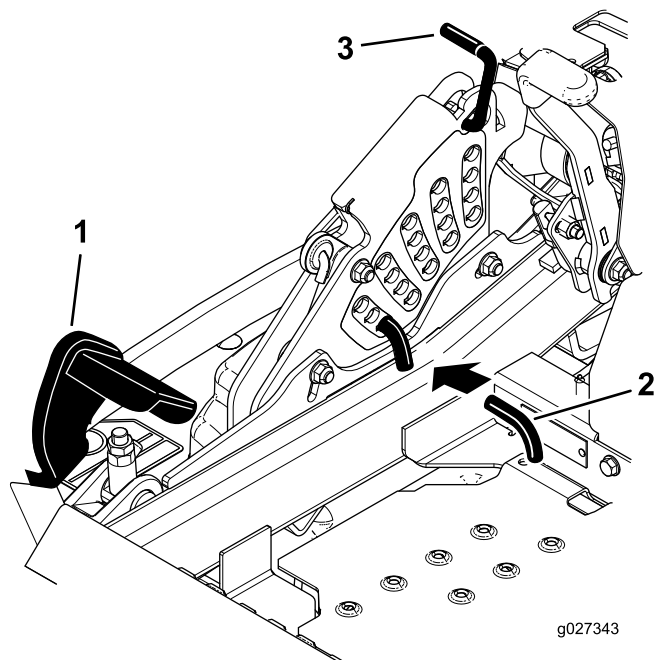

Figure 104
5. Enfoncez la pédale de levage du tablier de coupe au maximum pour verrouiller le tablier à la position transport de 14 cm (5½ po) (Figure 104).